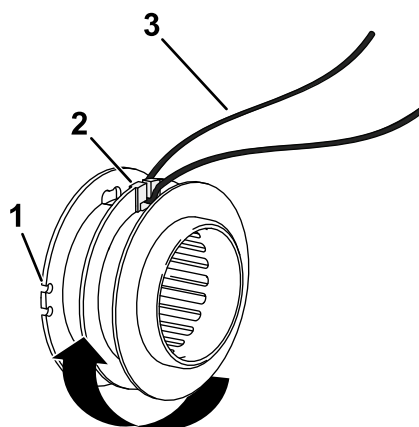

Figura 18
5. Doble el hilo nuevo en el centro e introduzca la doblez en la ranura de guía de la pestaña central del carrete (Figura 18).
6. Enrolle las 2 mitades del hilo uniformemente y con firmeza alrededor del carrete, como se muestra en la Figura 18.
7. Enrolle el hilo, dejando sobresalir del carrete justo lo suficiente como para entre en contacto con la pletina de anchura de corte, y enganche los extremos en las ranuras de guía del carrete (Figura 18).